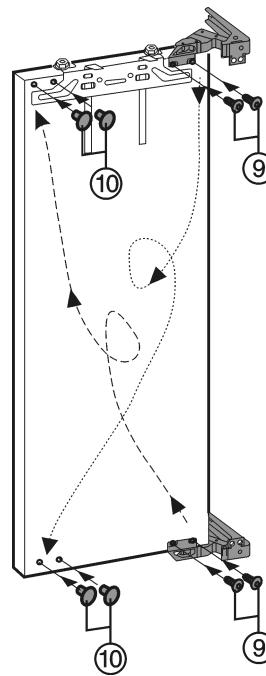

Fig. 4
- Scharniere von der Tür abschrauben Fig. 4 (9), umsetzen und **fest (mit 4 Nm)** anschrauben.
- Freigewordene Befestigungslöcher mit Stopfen Fig. 4 (10) verschließen.